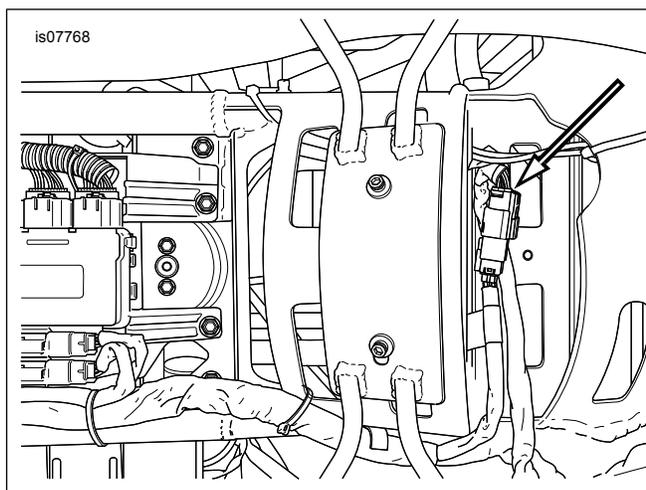

Figure 3. Connecteur d'éclairage arrière
11. Consultez Figure 3 . Débrancher le connecteur d'éclairage arrière [7A/B]. Brancher le faisceau en Y entre le faisceau principal et le faisceau d'éclairage arrière.